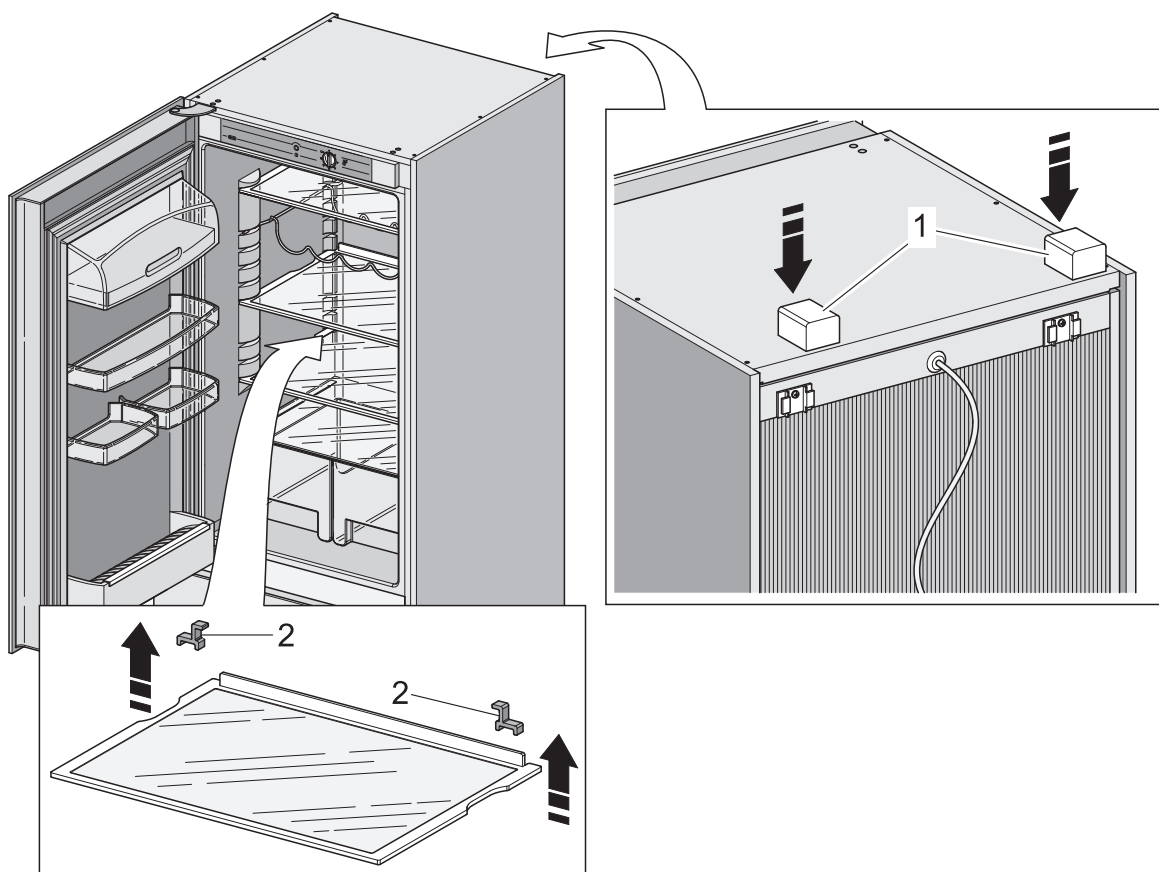

Рис. 2
- Удалите все устройства фиксации полок (Рис. 2 поз. 2). Удалите клейкие ленты с полочек: они необходимы только на время транспортировки.
- Для гарантирования корректного охлаждения конденсатора задняя часть холодильника с морозильной камерой не должна находиться слишком близко к стене. Для ограничения минимального расстояния от стены изделие оснащено двумя пластиковыми распорками (Рис. 2 поз. 1), которые необходимо установить на верхней части конденсатора с тыльной стороны прибора, как показано на рисунке 2.